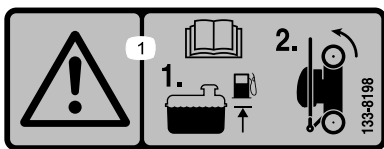

Figure 21
1. Vérifiez que le niveau de carburant dans le réservoir ne dépasse pas la limite recommandée par le constructeur du moteur; voir l'autocollant du constructeur apposé sur le moteur (Figure 21).